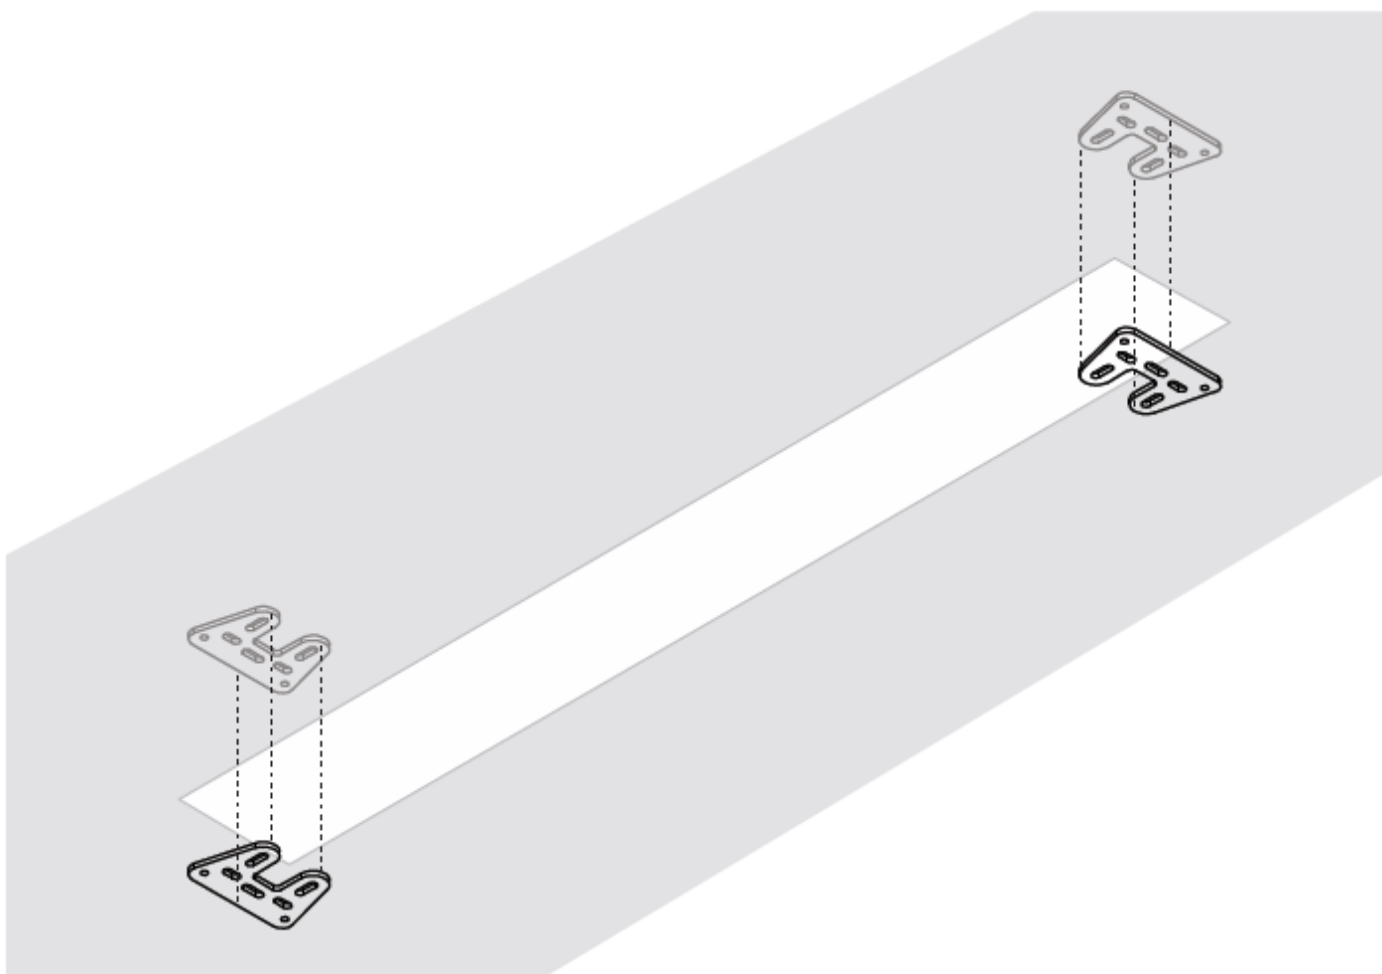

Рис. 3
5. Закрепите монтажную пластину на несущей конструкции используя дюбели и шурупы из комплекта (рис. 3)